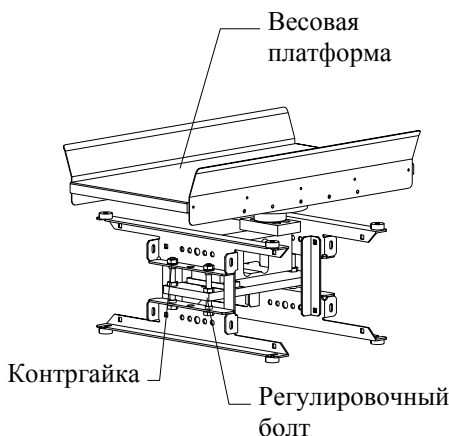

Рис. 33 Регулировка весовой платформы.
- 1 Сначала нужно ослабить контргайки под плитой (Рис. 33).